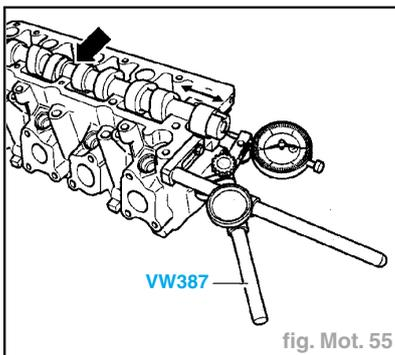

fig. Mot. 55
- Exercer une pression du pouce sur l'arbre à cames, au niveau du palier central (flèche) et contrôler le jeu axial en imprimant un mouvement de va-et-vient à l'arbre à cames (fig. Mot. 55).